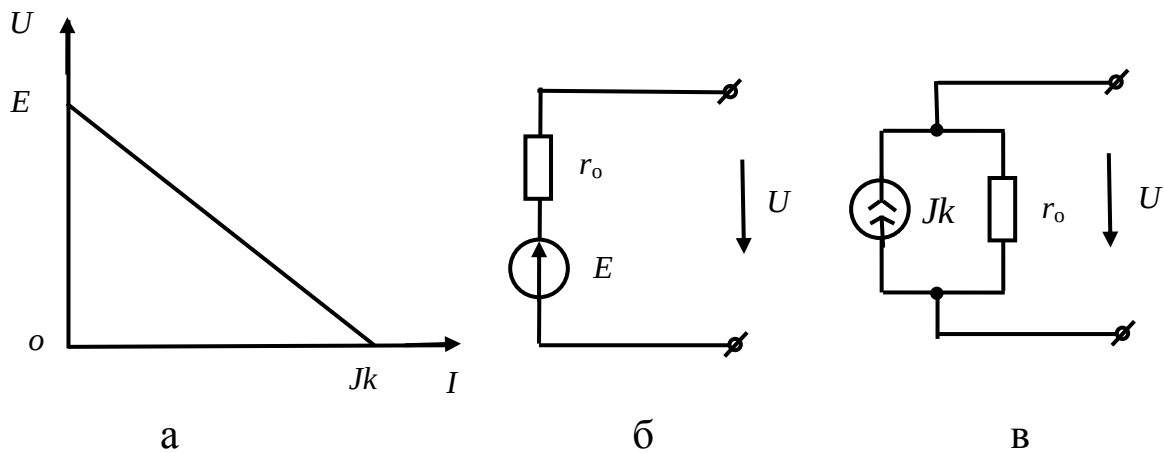

Рис. 1.1
2. Источник электрической энергии, характеризуемый внешней характеристикой $U=f(I)$ (рис. 1.1, а), может быть представлен в виде любой из двух эквивалентных схем: схемы из последовательного включения ЭДС и внутреннего (входного) сопротивления источника (рис. 1.1, б) и схемы из параллельно включенных источников тока и внутреннего (входного) сопротивления источника (рис. 1.1, в). Величина ЭДС E в схеме (рис. 1.1, б) численно равна напряжению на зажимах источника в режиме холостого хода (при отключенной нагрузке), а ток источника J_k в схеме (рис. 1.1, в) численно равен току короткого замыкания источника.